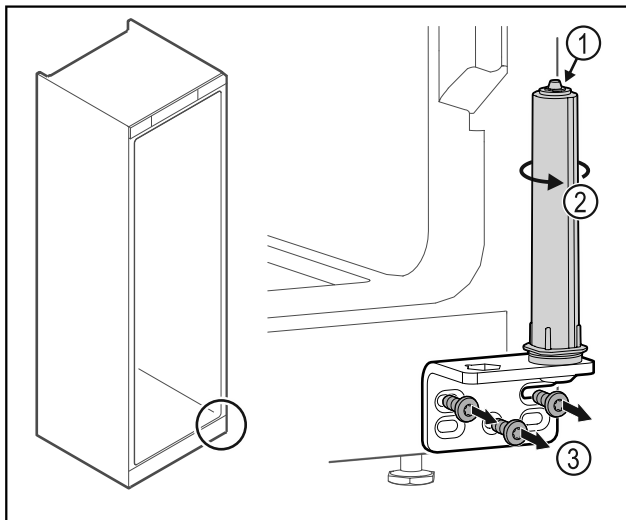

Fig. 28
- Türschließsystem nicht zerlegen Fig. 28 (1).
- Schließsystem Fig. 28 (2) drehen, bis es klickt.
- Scharnierwinkel Fig. 28 (3) abschrauben.